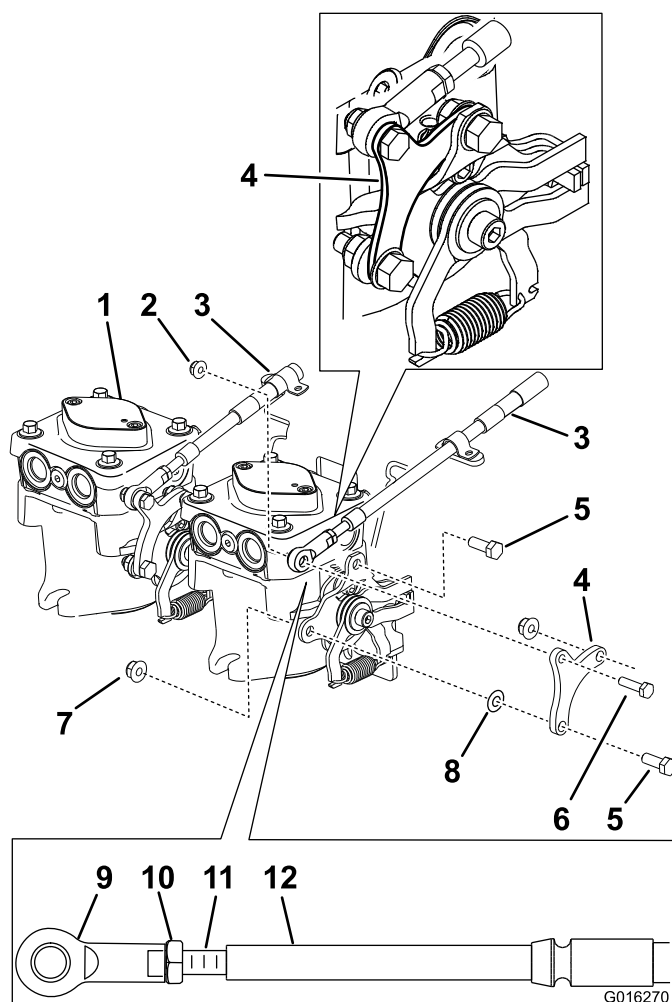

図 13
6. 各ポンプからポンプアームを取り外す（図 13）。取り外したものは捨てないこと。
9. 各ポンプにポンプアームを取りつける；既存のボルト（5/16 x 7/8 inches）（2本）と既存のフランジナット（5/16 インチ）（2個）を使用する（図 13）。
10. 新しいポンプアームに、下部ケーブルを取り付ける；ボルト（1/4 x 1 inch）（1本）とフランジナット（1/4 インチ）を使用する。反対側にも同じ作業をする（図 13）。